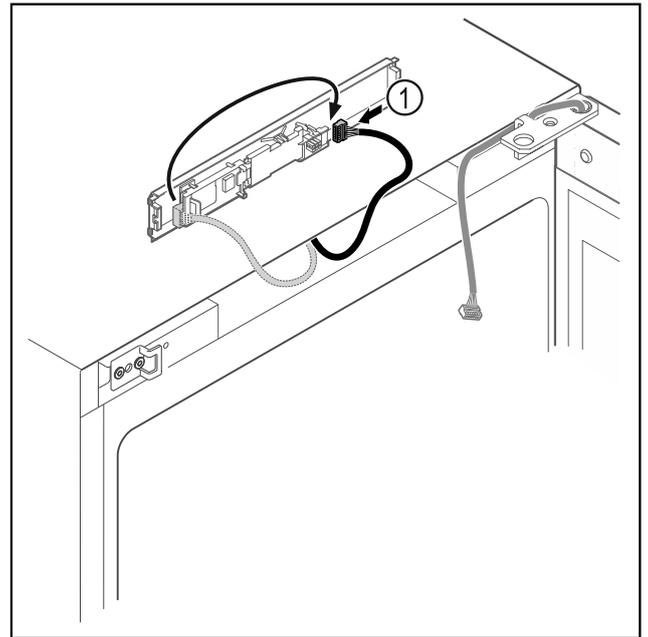

Fig. 20
- Stecker Fig. 20 (1) auf Platine umstecken.